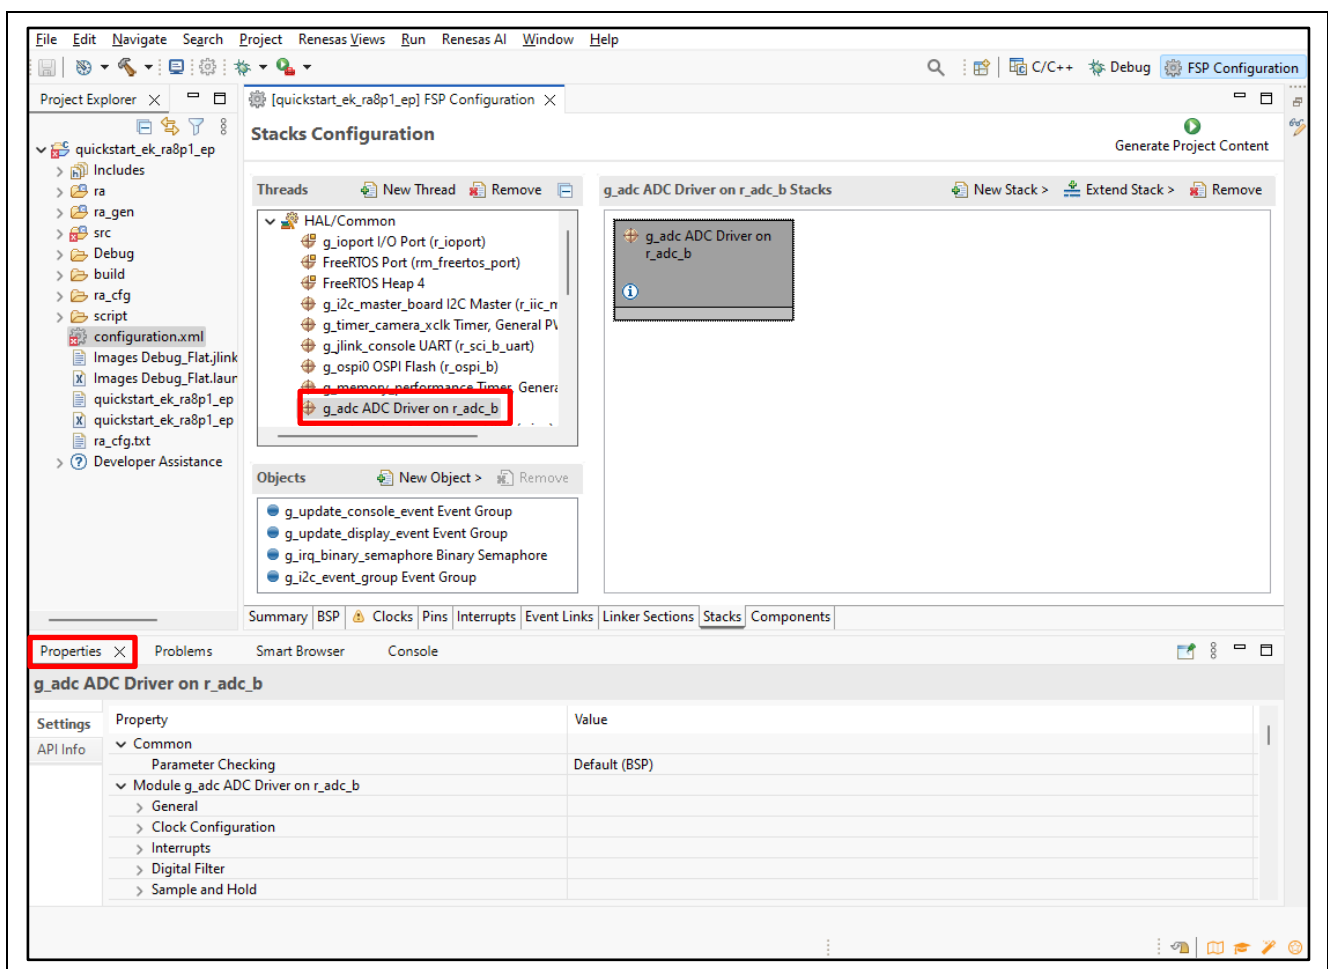

図 32. Configuration 設定の変更
2. たとえば、FSP Configuration ウィンドウの **[Stacks]** タブで、ユーザはモジュールをクリックして選択し、必要に応じて **Properties [プロパティ]** タブで Configuration 設定を変更できます。図 32 は、ADC ドライバ設定の変更を示しています。